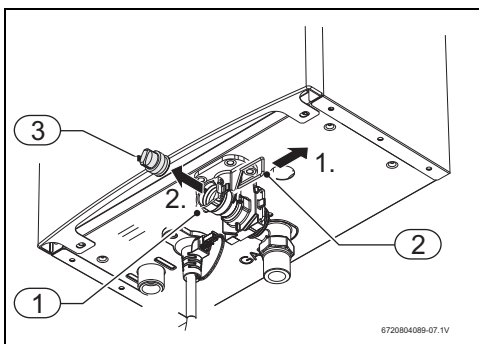

Fig. 10 Tornillo de vaciado
- No instalar el aparato en lugares cuya temperatura pueda caer debajo del punto de congelamiento (0 °C). En caso de correr peligro de congelamiento, desconectar el aparato y vaciarlo (→ fig. 10).